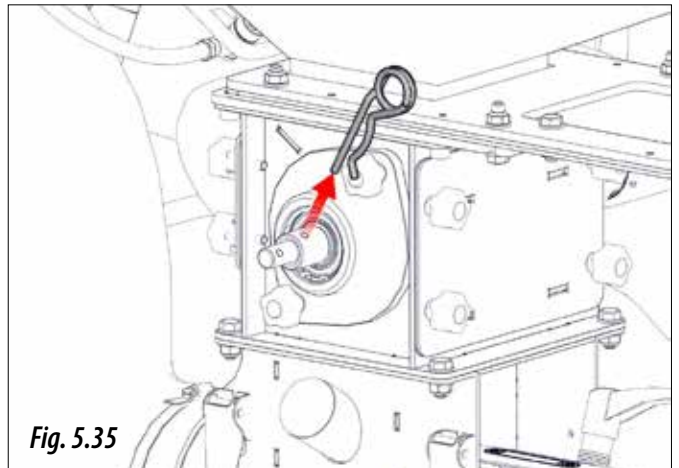

Fig. 5.35
4.B.1- Enlever la goupille « R » (figure 5.35).